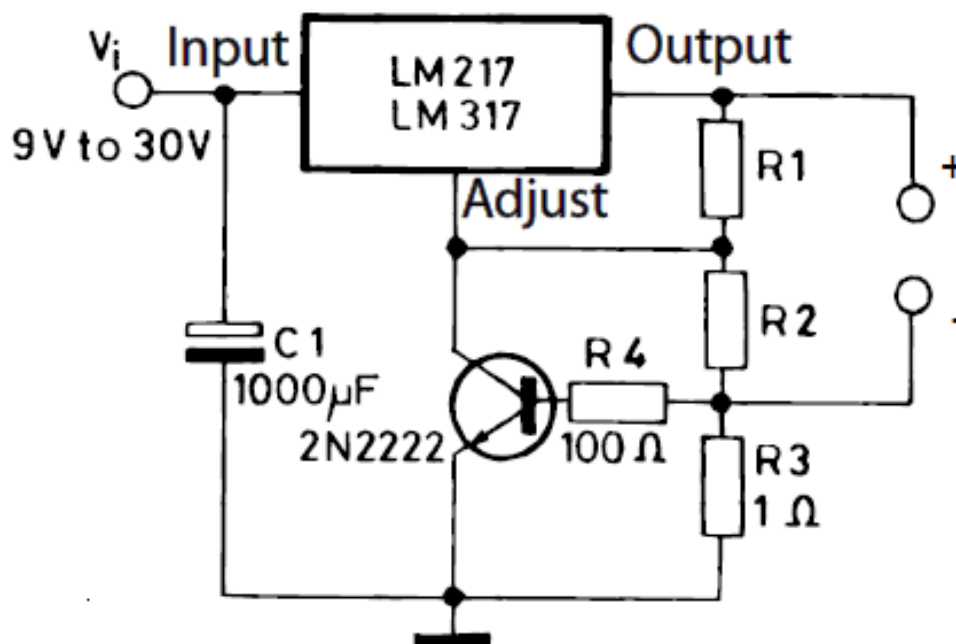

Рисунок 1. Типовое включение микросхемы LM317T
- Регулировка выходного напряжения должна производиться с помощью подстроечного резистора, установленного на месте сопротивления  $R_2$  типовой схемы (см. рис. 1).
- Типовая схема зарядного устройства по спецификации производителя представлена на рис. 1.